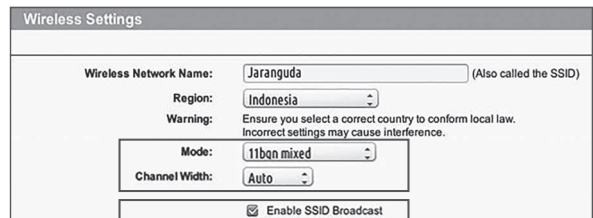

Fig. 1
2. Zorg ervoor dat de router in de 802.11-modus onder de draadloze instelling b/g/n gemengd werkt. (Zie Afb. 1)
3. Zorg ervoor dat het routerkanaal/bandbreedte van de draadloze instelling Auto of 20M of 20M gemengd met 40M is. (Zie Afb. 1)
4. Zorg ervoor dat op uw router de SSID Broadcast-functie werd ingeschakeld als u de App op de machine aansluit. Nadat u een succesvolle verbinding hebt verkregen, kunt u de die sluiten. (Zie Afb. 1)